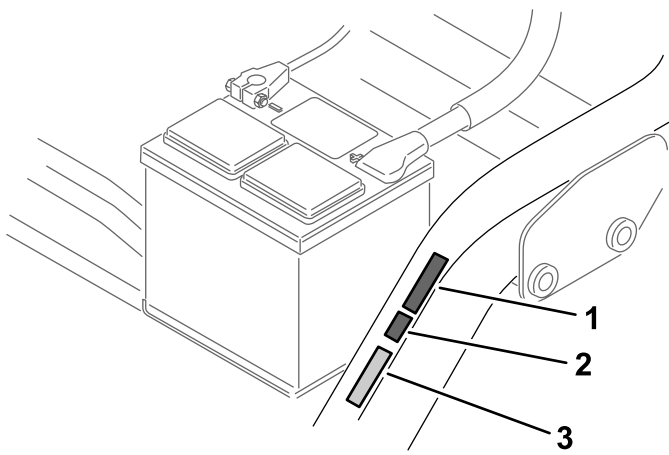

图17
- 将 CE 标贴粘贴在序列号牌旁边（图17）。
- 将 CE 生产年份标贴粘贴在 CE 标贴旁边（图17）。